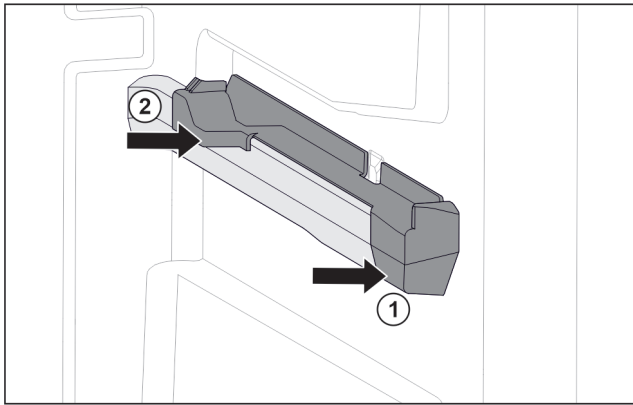

Fig. 76 Pieza de acoplamiento en la nervadura para recipientes derecha
- ▶ Coloque la pieza de acoplamiento delante en la nervadura para recipientes. Fig. 76 (1)
- ▶ Presione la pieza de acoplamiento por detrás. Fig. 76 (2)